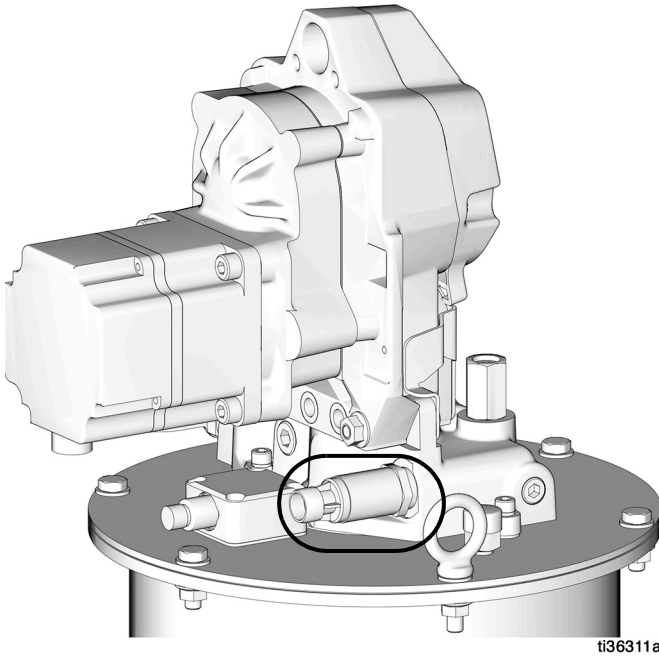

図 23
圧カスイッチ (T) は工場出荷時の設定で 3000 psi (20.7 MPa、207 bar) に設定されています (図 23)。